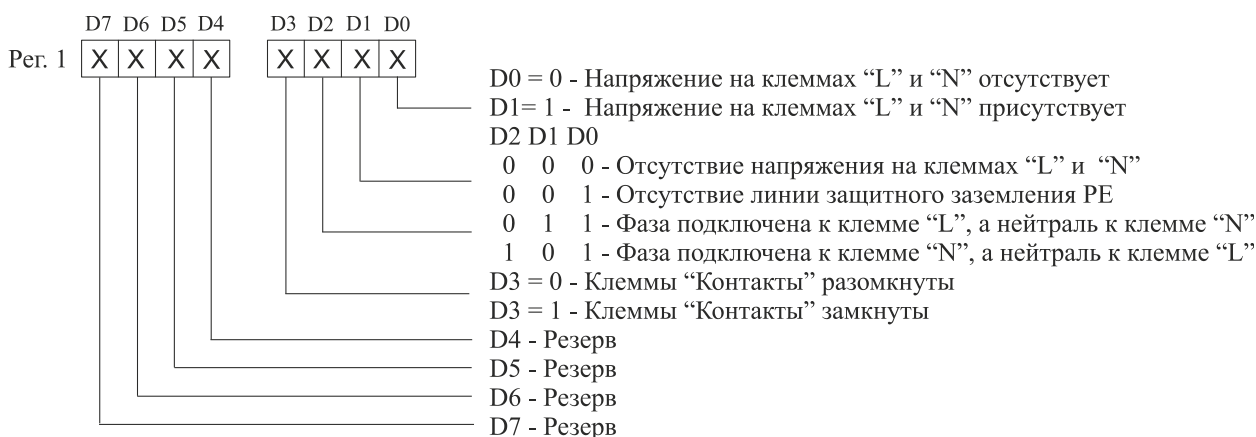
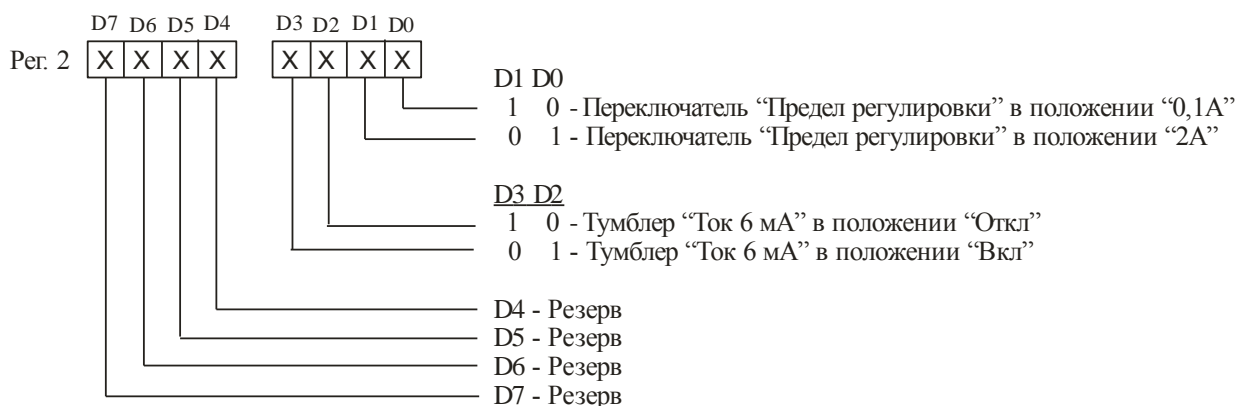

Рисунок 6 – Регистр состояния 1
Рисунок 7 – Регистр состояния 2
8.7.1 В состоянии [Контроль] можно проконтролировать правильность хода внутренних часов (дату и время), содержимое регистров состояния (см. рис.6 и рис. 7), температуру силовых узлов базового и нагрузочного блоков, информацию об устройстве.